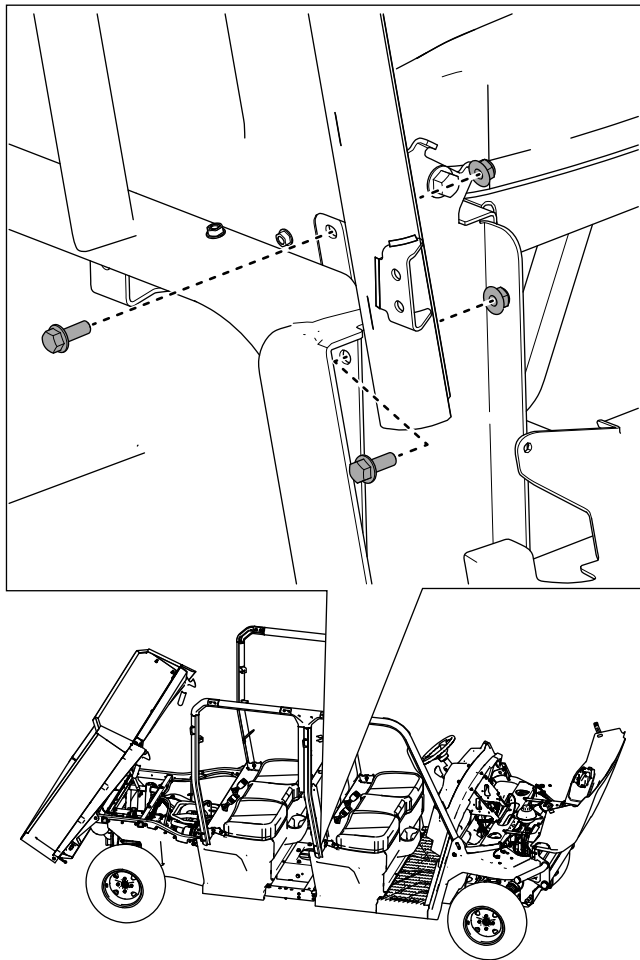

Bild 41
13. Befestigen Sie die Unterseite der rechten, mittleren Überrollbügelbaugruppe mit zwei Bundkopfschrauben ($\frac{3}{8}$ " x 1") und zwei Sicherungsmuttern ($\frac{3}{8}$ ") lose an der Sitzunterteilbaugruppe, wie in Bild 41 dargestellt.